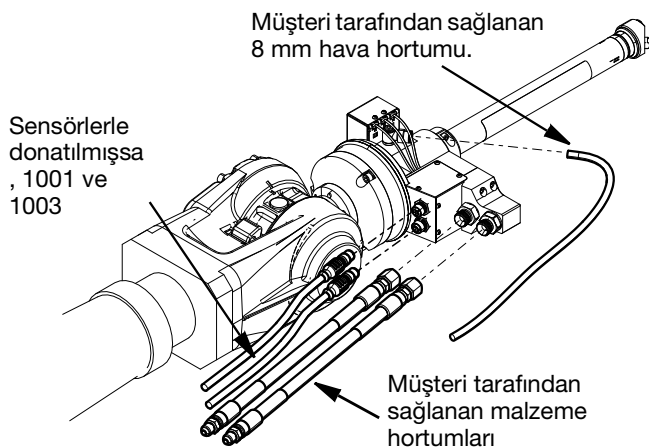

FIG. 7
2. Malzeme giriş hortumunu ve malzeme dönüş hortumunu ayırın. Yüksek basınçlı hortumu bağlantısını gevşetirken mutlaka iki anahtar kullanın. Bkz. FIG. 7.
3. 8mm hava hortumunu ayırın. Bkz. FIG. 7.
4. 5 pimli kablo konektörü (1001) ve varsa 8 pimli kablo konektörü (1003) üzerindeki bağlantı elemanını sökerek kablo konektörlerini çıkarın. Bkz. FIG. 7.